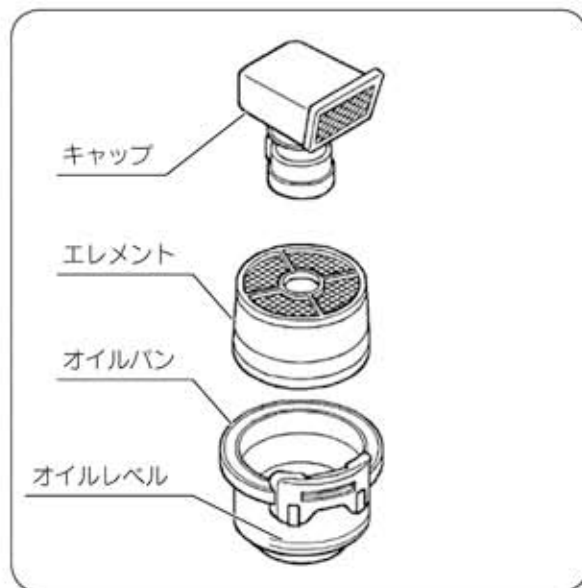

図43
■エアクリーナエレメントの清掃とオイル交換 (図43)
- ① エレメントを取外し、白灯油で洗い、エレメントの白灯油をよく振り切って取付けてください。
- ② オイルパンはよく洗浄し、新しいエンジンオイル (SE級以上) をレベルまで入れてください。